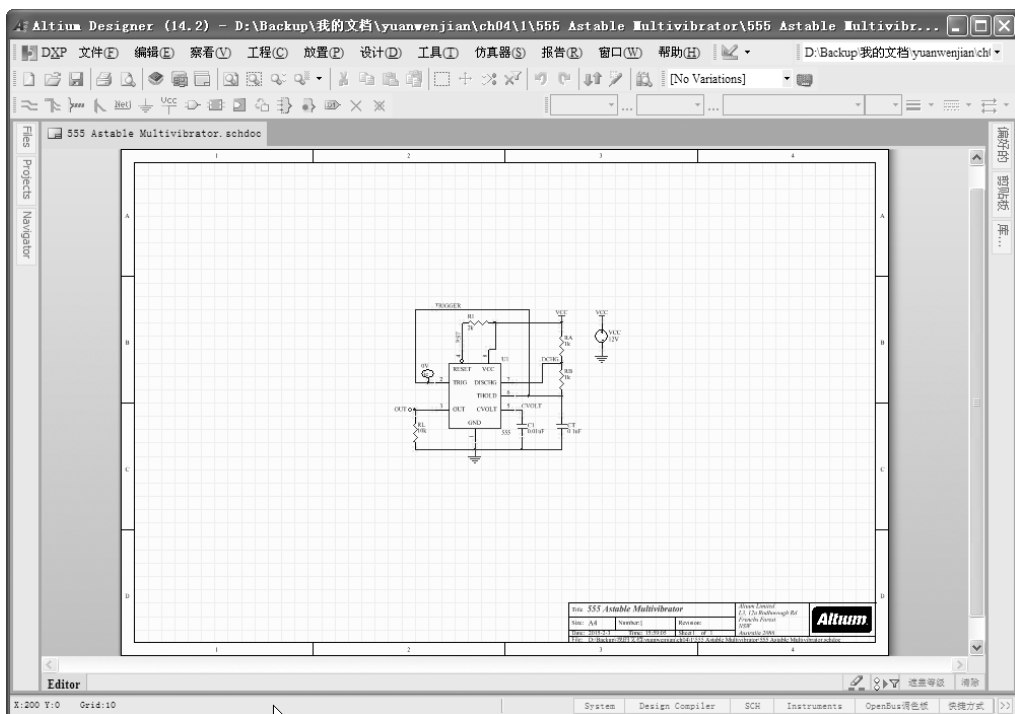

图 4-2 显示整张电路图
1) 适合文件：适合整个电路图。该命令把整张电路图缩放在窗口中，如图 4-2 所示。